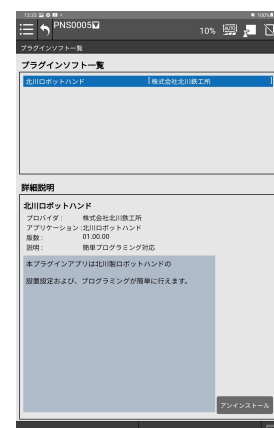

図 3.2.a :
2. 「プラグイン」の下「プラグインソフト一覧」をタップすると、図 3.2.a に示すようなプラグインソフト一覧画面が表示されます。